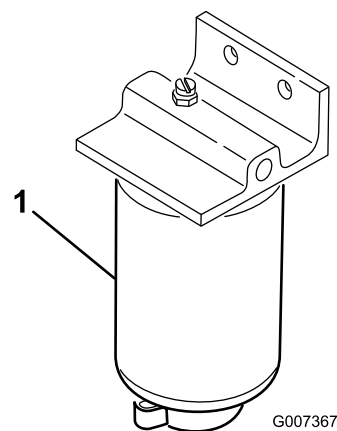

Figura 41
2. Pulite la superficie circostante la scatola del filtro (Figura 41).
4. Aprite il tappo di spurgo del filtro e la valvola di sfiato (Figura 41).